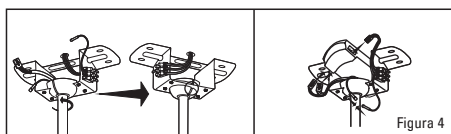

Figura 4
4. Mando a distancia e instrucciones de cableado (Figura 4)